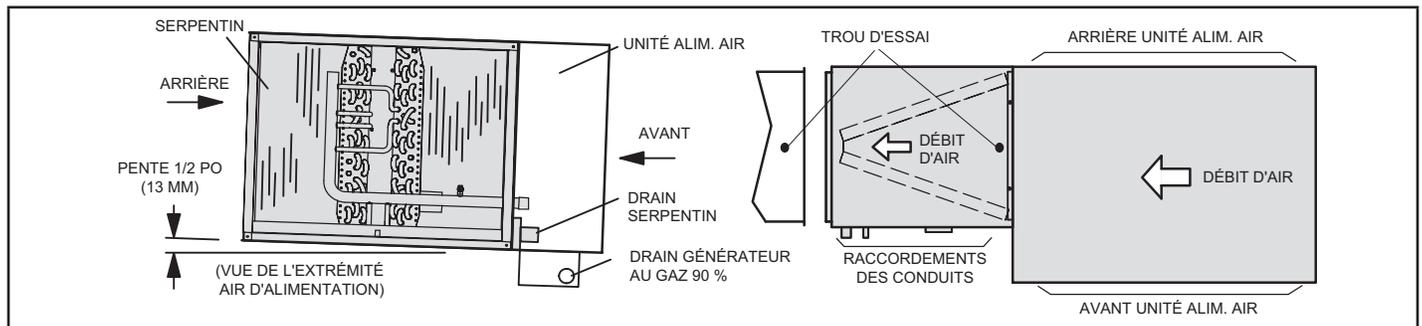

FIGURE 3. Refoulement de l'air du côté gauche
- 1 - **Refoulement à gauche et à droite - Le serpentin doit avoir une pente de 1/2 po depuis l'arrière de l'enceinte jusqu'au drain.** Positionnez le serpentin à côté de l'enceinte du générateur d'air chaud et alignez les six trous de vis de l'enceinte du serpentin avec les trous du générateur chaud. Utilisez six vis #8 de 1 po fournies sur place pour fixer l'enceinte du serpentin sur le générateur d'air chaud (voir les figures 3 et 4).